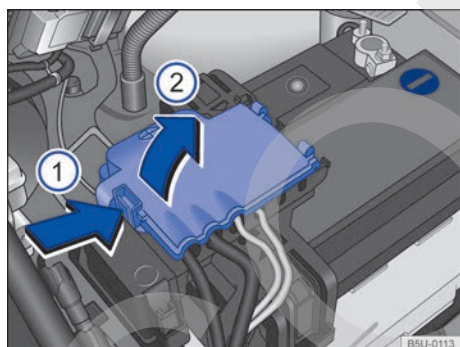

Fig. 179 Compartimento del motor: acceso al terminal positivo de la batería.
- Abra la cubierta del polo positivo. Para abrir, presione la traba en el sentido de la flecha → fig. 179 (1), pliegue la cubierta hacia el costado en el sentido de la flecha (2).